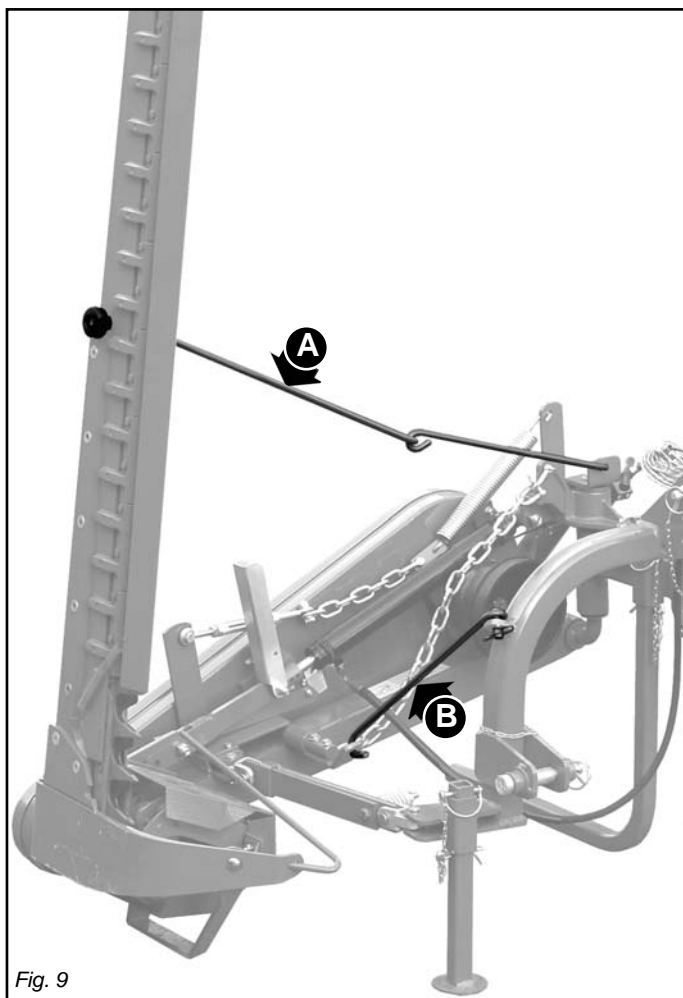

Fig. 9
- 34) En la fase de transporte, fijar con las relativas cadenas y tensores los brazos laterales de elevación; levantar la barra; bloquearla con el tirante de enganche (A, Fig. 9); insertar el gancho de seguridad (B, Fig. 9); cubrir las hojas de las cuchillas y la galga externa con las relativas protecciones; poner en posición de bloqueo la palanca de mando del elevador hidráulico.